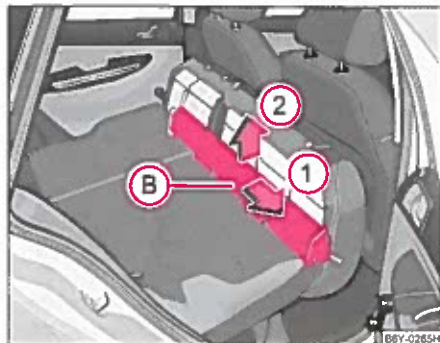

Fig. 65 Bagsæde:
- Skyd netskillevæggen hus (B) ⇒ fig. 65 i pileretningen (1) og tag det ud af bagsædets ryglæns holder i pileretningen (2).